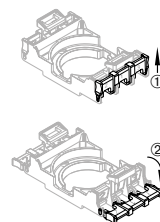

Fig.3
- Abrir fusível de contacto (ver fig. 3)